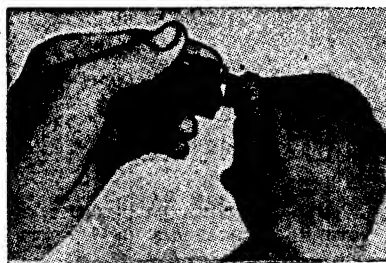

Рис. 108. Присъединяване на палците с пружината към подавателя
- поставят се палците с пружината в гнездото на подавателя (рис. 108) и изравнявайки отворстията на палците и подавателя, поставя се оста на палците.